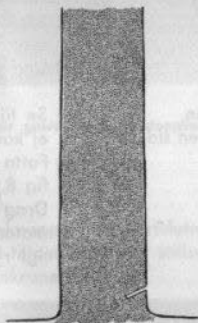

Fig 10.
1. I stammar under 7" göres fällhugget med enkel insågning enligt fig. 10. Utföres med skjutande kedja.